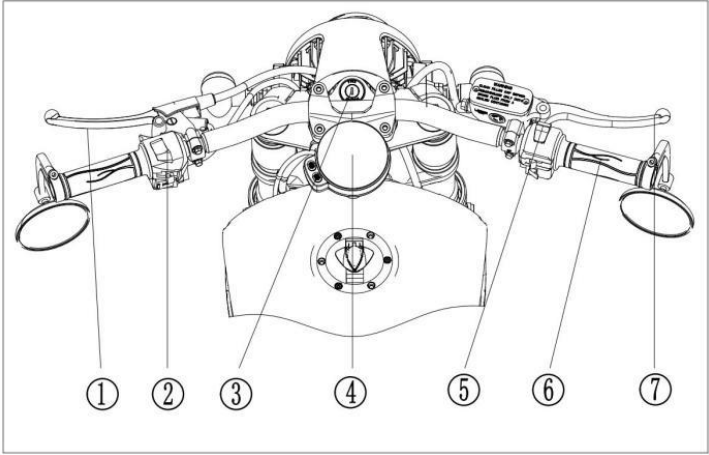

Fig.3
**3. (Fig.3)**
- ①Maneta de embrague
- ②Combinación de interruptores izquierda
- ③Llave de contacto
- ④Panel de instrumentos
- ⑤Combinación de interruptores derecha
- ⑥Puño del acelerador
- ⑦Maneta del freno delantero